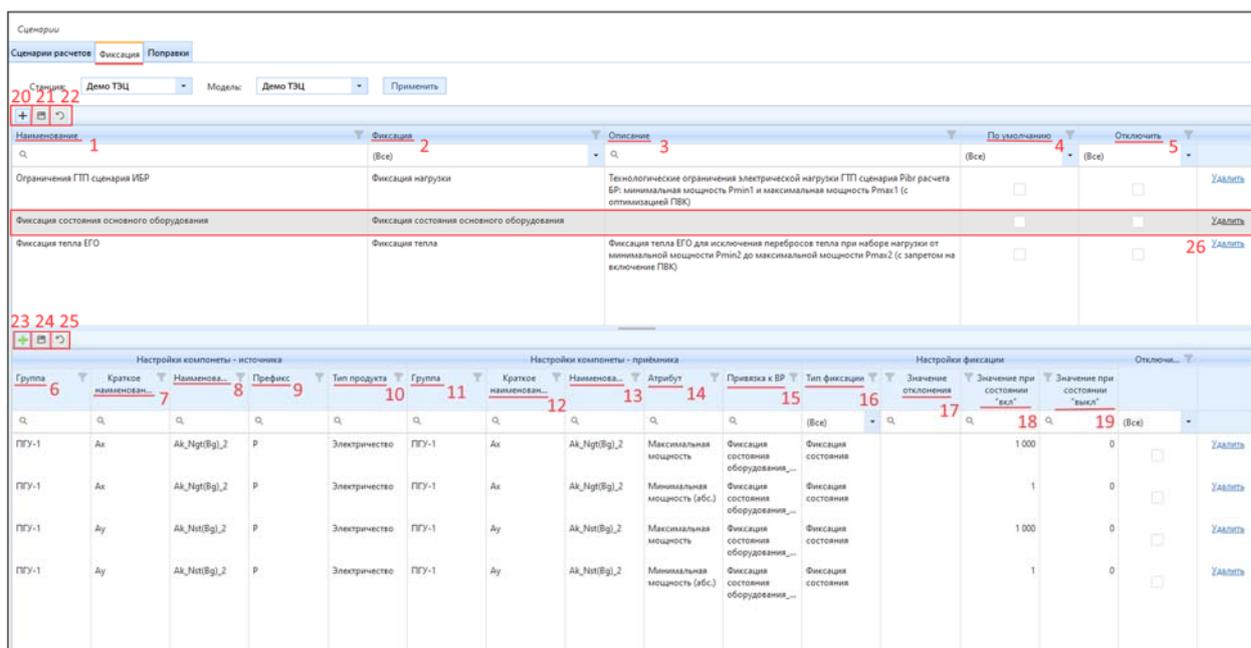

Рисунок. 4.3.50 – Создание группы фиксации
Для создания фиксаций необходимо перейти в пункт меню «Фиксации» и выбрать станцию и модель. Далее администратору необходимо с помощью кнопки (20) добавить новую строку (26) в рабочей области, где будут отображаться созданные группы фиксаций (рис. 4.3.50).
Для этого необходимо добавить компоненты с помощью кнопки (23) (рис. 4.3.50), при нажатии на данную кнопку ЛКМ откроется новое окно (рис. 4.3.51). В новом окне «Форма добавления компонент» в левой области находится список компонентов – источников, в правой области находится список компонентов – приемников.
В нижней рабочей области (рис. 4.3.50) происходит добавление компонентов источника и приемника из предыдущего окна.
Колонки с (6) по (15) на (рис. 4.3.50) содержат информацию, соответствующую информации левой и правой области на (рис. 4.3.51), колонка «Тип фиксации» (16) на (рис. 4.3.50), содержит поле при нажатии, на которое двойным кликом ЛКМ, выпадает список с типом фиксаций:
- «С абс. Отклонением», при данном типе фиксации, параметр, рассчитанный на первом сценарии, будет использоваться для последующего сценария с заданным значением отклонения (17), как вычитание значения отклонения от рассчитанного параметра если компонент с атрибутом min, так и сложение значения отклонения с рассчитанным параметром, если компонент с атрибутом max;
- «С отн. Отклонением», при данном типе фиксации, параметр, рассчитанный на первом сценарии, будет использоваться для последующего сценария с заданным значением отклонения (17), как умножение процентной доли значения отклонения на рассчитанный параметр, в меньшую сторону, если компонент с атрибутом min, так и умножение процентной доли значения